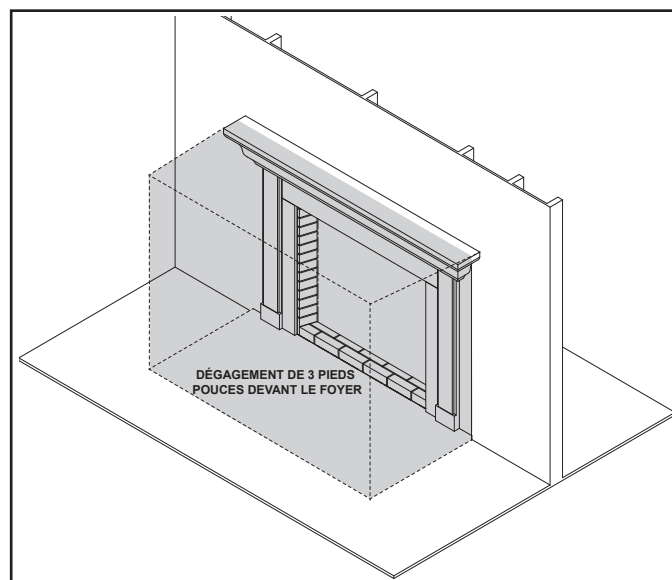

Figure 3.1 Exigences de dégagement : pour tous les modèles
**AVERTISSEMENT ! NE placez pas d'objets inflammables devant la cheminée. Des températures élevées pourraient provoquer un incendie. Consultez la figure 3.1.**